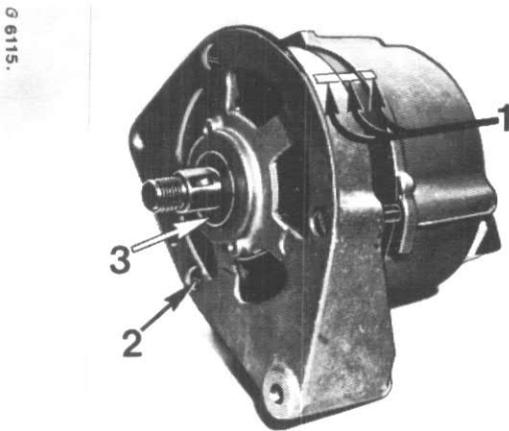

Figure 21
Pour faciliter le remontage, marquez d'un repère le stator, le carter côté entraînement et le côté bagues collectrices (1) fig. 21.